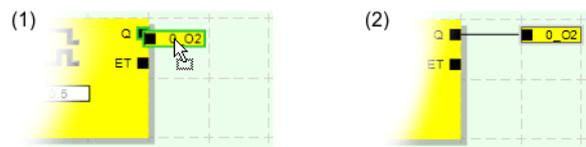

Figura 5-10 Conexión de señales no enlazadas a bloques o funciones
1. Haga clic con el botón izquierdo del ratón sobre la señal (doble) o la constante que quiera conectar y manténgalo presionado (véase Figura 5-10).
2. Arrastre el objeto hasta el punto de destino que desee. Suelte el botón del ratón cuando las señales y las superficies de conexión implicadas estén enmarcadas en verde (véase Figura 5-10, n.º (1))